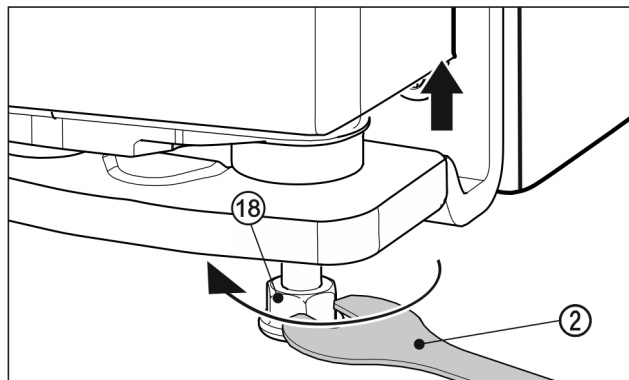

Fig. 25
- ▶ Për ta ngritur derën, lironi këmbën me rregullim Fig. 25 (18) duke e rrotulluar djathtas me anë të çelësit pirun Fig. 25 (2) të ofruar derisa të prekë dyshemenë. Pas kësaj rrotullojeni derisa dera të zhvendoset në lartësinë e duhur. Në gjendjen e dërgimit, bulonat janë plotësisht të mbledhur.